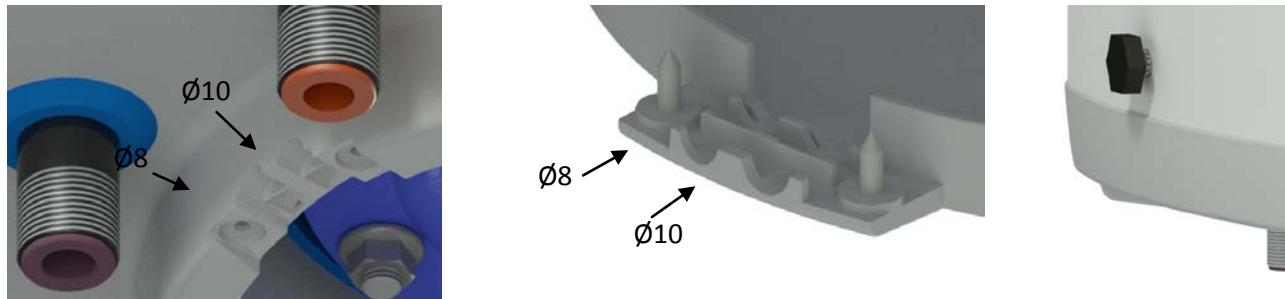
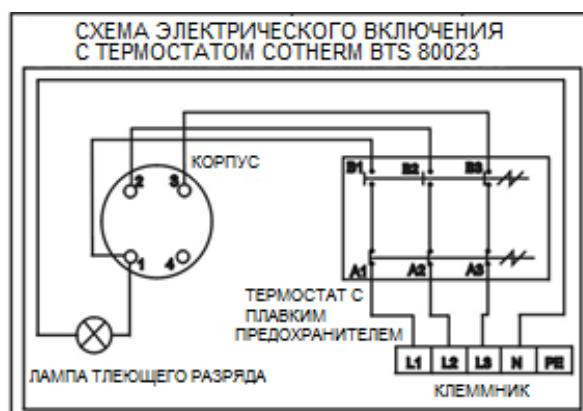

Рисунок 8
Рисунок 9
При значительном содержании в воде солей кальция рекомендуем установить дополнительно какое-либо устройство для удаления накипи или установите термостат на рабочую температуру максимум 60 °C (установка в положение «60») –Рисунок 8. Для надлежащей эксплуатации необходимо использовать питьевую воду соответствующего качества. Для предотвращения возможных осаждений рекомендуем устанавливать дополнительный водный фильтр.
Подключение выполните согласно схеме. Подключение, выполненное на заводе, запрещено менять! (Рисунок 8). В крышке электропроводки снимите перегородку, соответствующую диаметру подводящего провода $\phi 8$ или $\phi 10$ (Рисунок 9). Степень защиты электрических компонентов водонагревателя - IP 44. Потребляемая мощность электрического нагревательного элемента 4000 Вт.
- Схема эл. подключения прилагается к водонагревателю на крышке электропроводки (Рисунок 9).